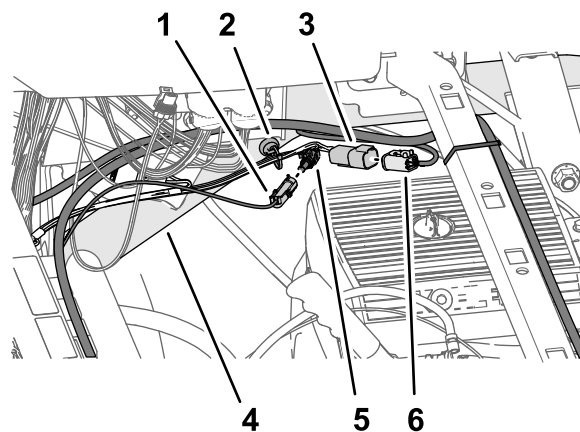

Рисунок 204
3. Подсоедините 1-штыревой разъем жгута проводов аккумуляторной батареи с маркировкой *****IMPORTANT*** ONLY CONNECT THIS WIRE TO SWITCHED 12V POWER SOURCE [***ВАЖНАЯ ИНФОРМАЦИЯ!*** Подсоединяйте этот провод только к коммутируемому источнику питания на 12 В]** к 1-гнездовому разъему ответвления жгута проводов длиной 66 см из комплекта (Рисунок 204) с маркировкой **SW'D PWR FOR GEN. 2 TOPCON [КОММУТИРУЕМОЕ ПИТАНИЕ ДЛЯ ВЕРХ. СОЕД. 2 ГЕНЕРАТОРА]**.
4. Подсоедините 4-штыревой разъем ответвления жгута проводов длиной 66 см из комплекта с маркировкой **ASC 10 PWR & CAN FROM X30 (ПИТАНИЕ ASC 10 и CAN от X30)** к 4-гнездовому разъему ответвления жгута проводов передачи данных с маркировкой **CAN 2/ASC 10 BUS [ШИНА CAN 2/ASC10]** (Рисунок 204).